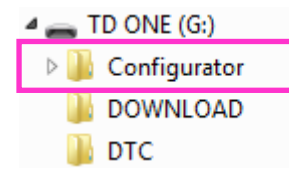
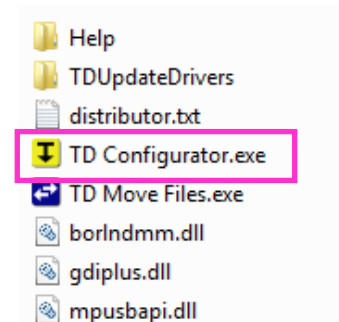

Bild 4: TD ONE Dateiodner
Bild 5: Ordnerinhalt „Configurator“
4. „Das Laufwerk „TD ONE“ enthält Dateien und die drei Ordner „Configurator“, „DOWNLOAD“ und „DTC“ (Bild 4).
1. Öffnen Sie den Ordner „Configurator“ (Bild 4). Der Ordner „Configurator“ enthält weitere Ordner und Dateien (Bild 5). Die Dateien „TD Move Files.exe“ und „TD Configurator.exe“ sind ausführbare Anwendungen (Programme).